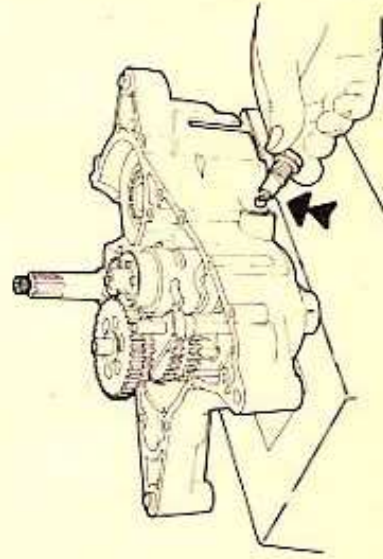

FIG. 35 Montaggio busta portastera
- 7) Montare la busta portastera completa di molla e sfera e avvitarla fino in fondo (fig. 35). Controllare che la sfera sia entrata nelle tacche del desmodromico.